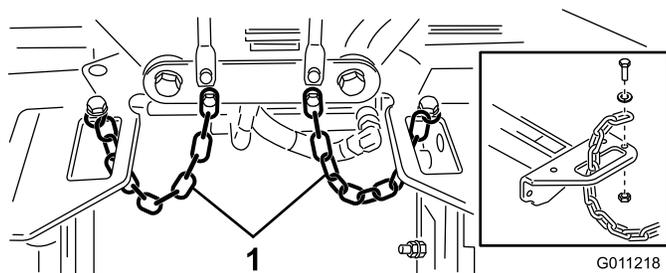

図 22
4. 各キャリアフレームのスロットにチップチェーンを下から上に通し、これらのチェーンをキャリアフレームの上に固定するキャップスクリュー、ワッシャ、ロックナットを使用 図 22。